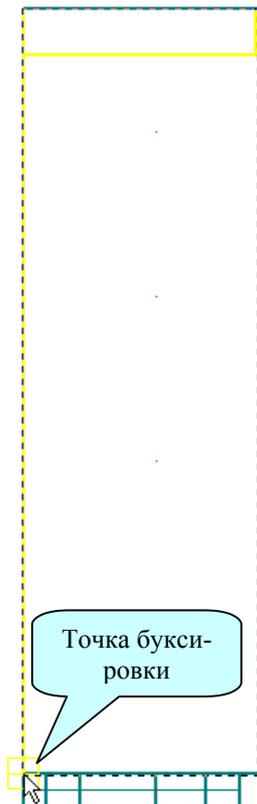

Рис. 4-18.
2) Нажмите клавишу **CRTL** и, не отпуская ее, щелкните левой кнопкой мыши по левой вертикальной линии, ограничивающей поле чертежа и линиям верхней угловой рамки. Выбранные объекты окрасятся желтым цветом (см. рис. 4-18).